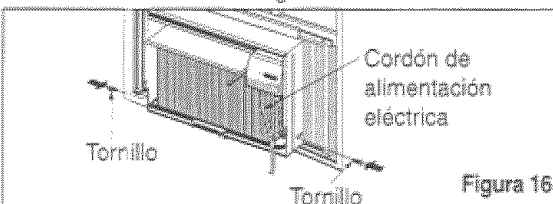

Figura 16
- 15** Deslice el chasis metiéndolo dentro del gabinete. (Figura 16)